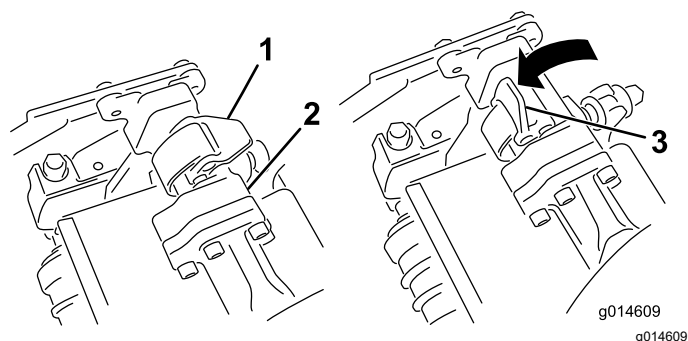
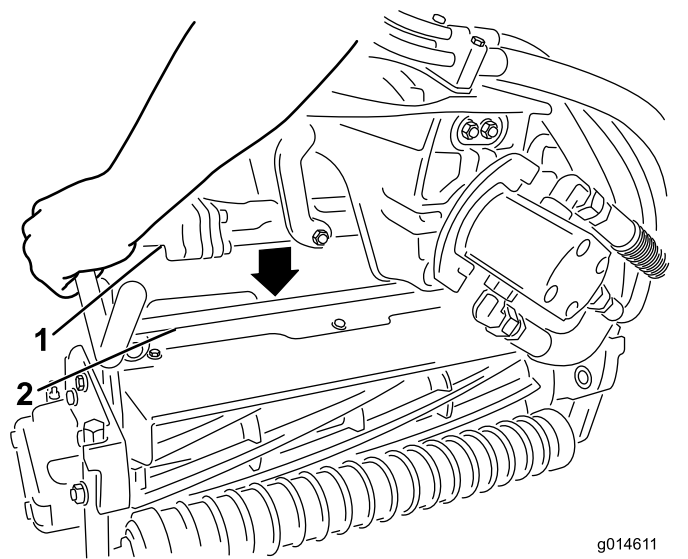

Figura 47
Figura 48
3. Con los enganches del brazo de suspensión orientados hacia arriba (es decir, abiertos) (Figura 47), empuje hacia abajo el brazo de suspensión de modo que la barra encaje en la barra situada en la parte superior de la unidad de corte (Figura 48).
4. Presione los enganches hacia abajo alrededor de la barra de la unidad de corte y bloquéelas (Figura 47).
- Abra los enganches de la barra del brazo de suspensión de la unidad de corte que está retirando (Figura 47).